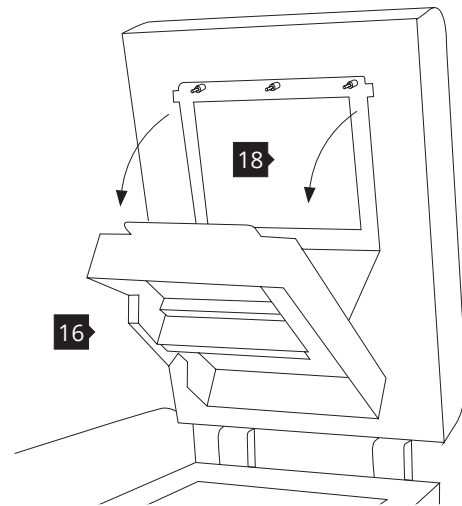

Abbildung 8. Heizmodul - Öffnen.
9. Senken Sie das Heizmodul ab, um Zugang zur Stelle zu erhalten, die für das LASER PROTECTIVE GLASS **18** vorgesehen ist (Abbildung 8).